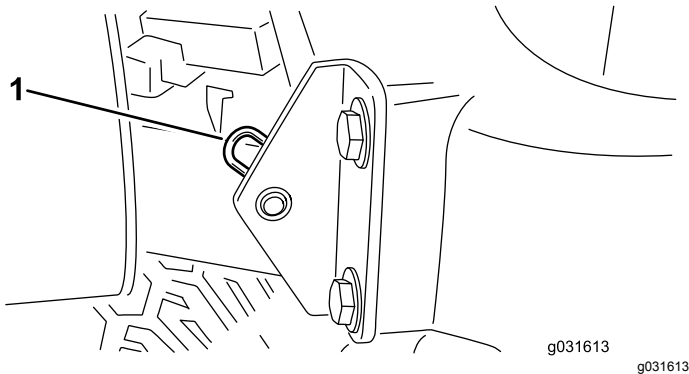

Figure 25
2. Retirez la goupille fendue qui fixe le pivot de capot aux supports (Figure 25).